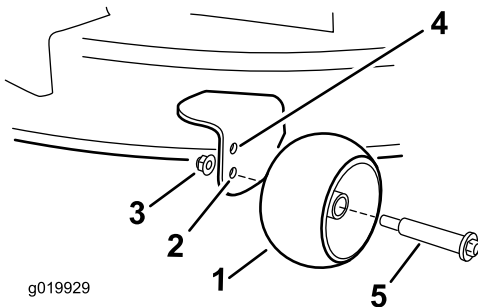

Bild 29
- Oberes Loch: Verwenden Sie diese Stellung mit dem Mähwerk in der Schnitthöheneinstellung 63 mm oder niedriger (Bild 29).
- Unteres Loch: Verwenden Sie diese Stellung mit dem Mähwerk in der Schnitthöheneinstellung 76 mm oder höher (Bild 29).